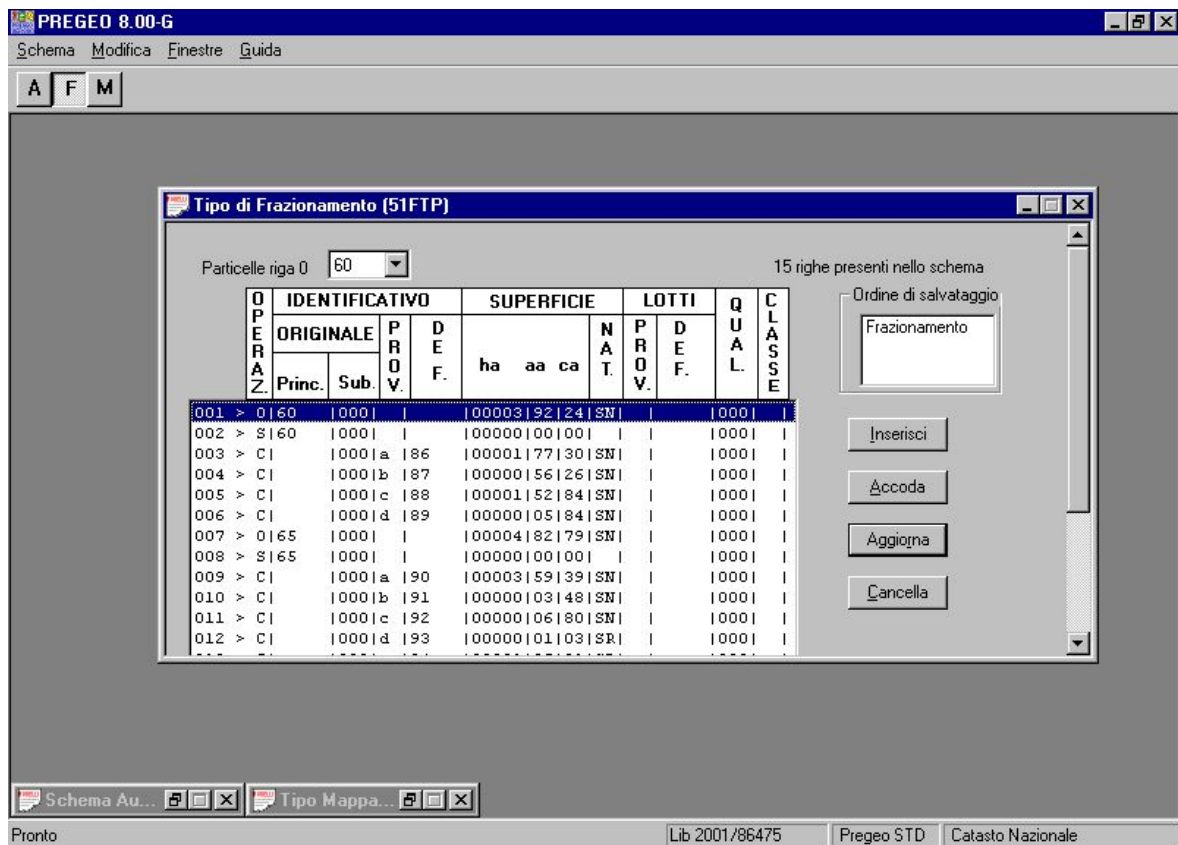

Fig. 24 – Schema di Frazionamento
- **Schema di Frazionamento** : viene compilato relativamente ai tipi di aggiornamento geometrico che contengono uno o più frazionamenti di particelle.(Fig. 24)